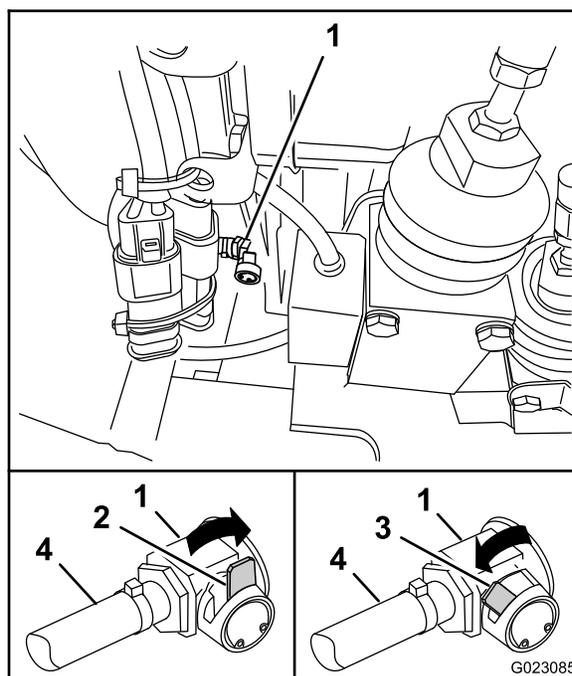

Figura 57
- Localice la válvula de vaciado en la parte inferior delantera del motor (Figura 57).
- Gire la palanca de la válvula de vaciado en sentido antihorario a la posición de abierto (Figura 57).
- Cuando todo el aceite se haya drenado del motor, mueva la palanca de la válvula de vaciado en sentido horario a la posición de Cerrado (Figura 57).